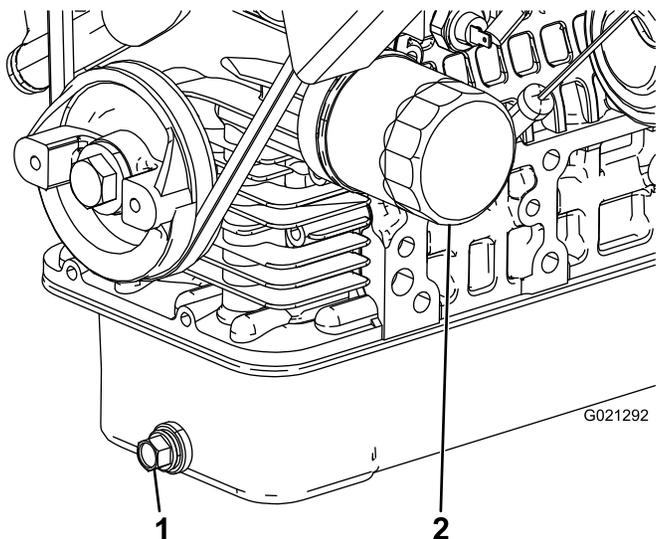

図 46
- ドレンプラグを外してオイルを容器に受ける (図 46)。
- オイルフィルタを外す図 46。